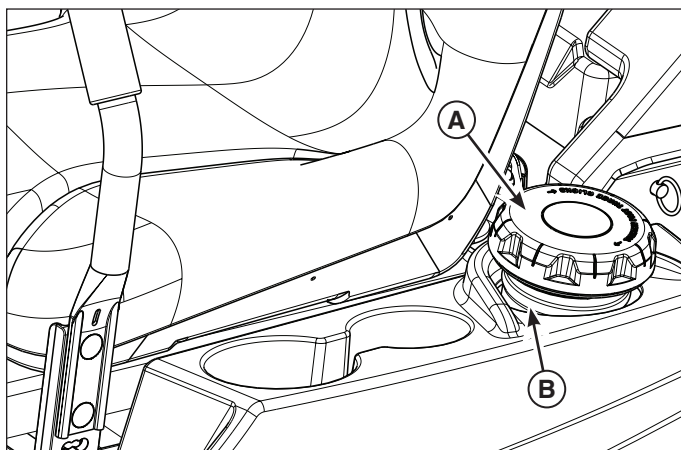

Figure 3
1. Nettoyer les débris et la saleté autour du bouchon de carburant. Retirer le bouchon du réservoir de carburant (A, Figure 3).
2. Remplir le réservoir de carburant avec de l'essence. Afin de permettre l'expansion du carburant, ne pas remplir au-dessus du goulot de remplissage (B).